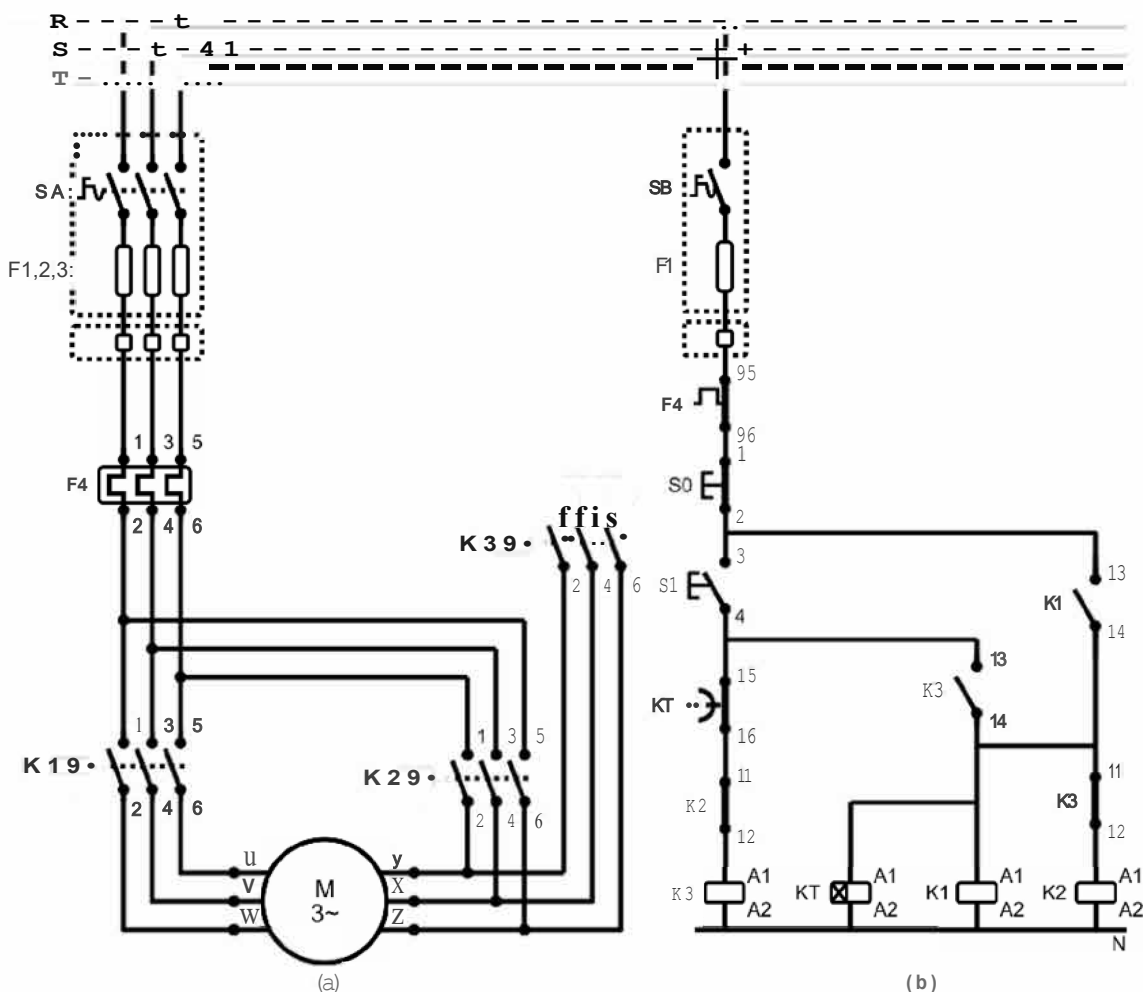

Figura 24. Esquemas de ligação para partida estrela-triângulo temporizada a contactor; a) circuito de força e b) circuito de comando.
- Verifique se o esquema de ligação da placa do motor confere com o esquema de ligação apresentada na figura 24(a), observe que neste tipo de ligação serão necessários dois tipos de conexões diferentes entre as bobinas do estator, sendo a ligação em estrela para a partida, e a ligação em triângulo para o regime normal de funcionamento do motor;
- Depois de concluídas as ligações elétricas, coloque o motor para funcionar através do acionamento da botoeira S1(NA) apresentada na figura 24 (b), realizando assim uma ligação em estrela;
- Após cerca de 05 segundos o temporizado deverá realizar a ligação em triângulo automaticamente, observe que o temporizado está substituindo a botoeira S2, que seria a botoeira responsável pela mudança de ligação de estrela para triângulo; Desligue o motor, através do acionamento da botoeira S0 (NF).